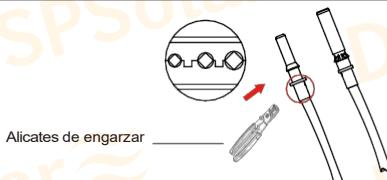

Imagen 3.4 Engarce el pin de contacto al cable
b) Engarce los terminales metálicos con unos alicates de engarce, tal y como se muestra en la imagen 3.4.